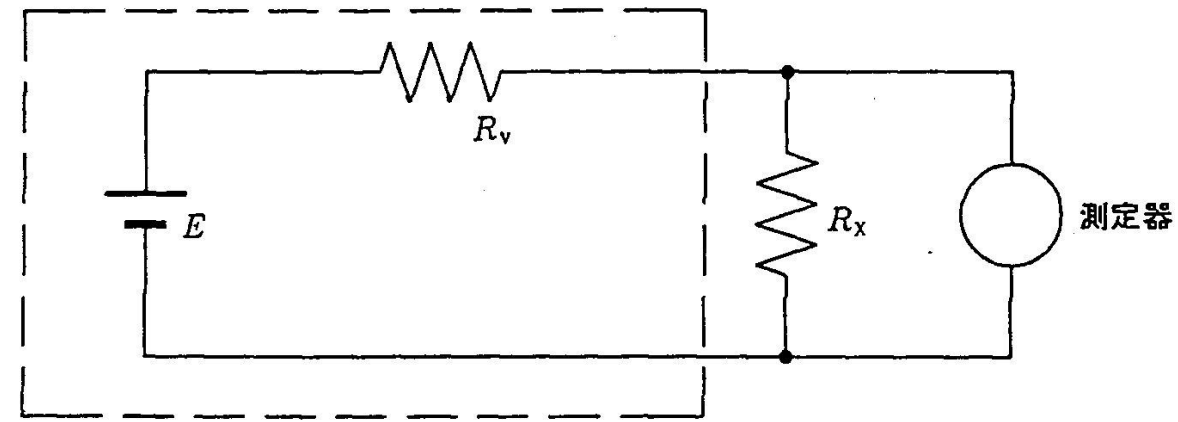
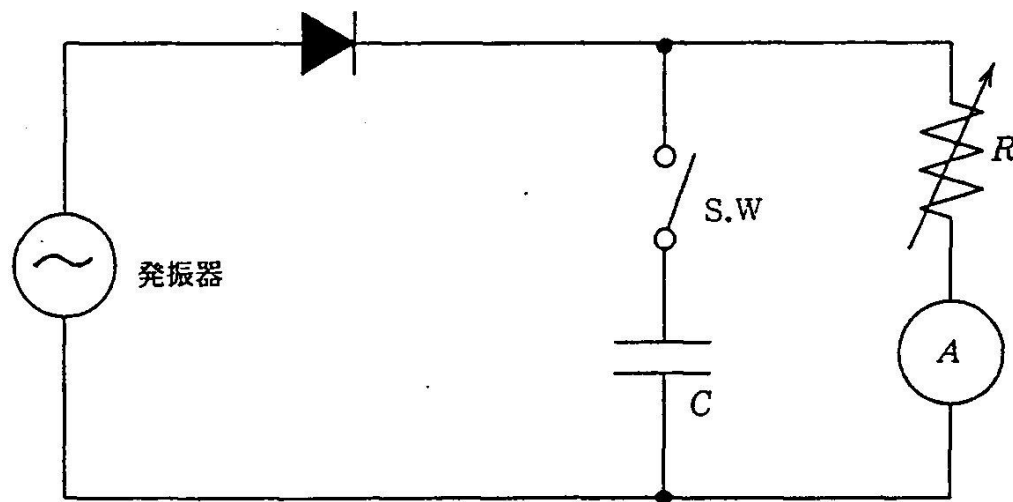

図2 実験回路
図3 交流電圧測定回路
1. 直流電圧を指定された測定器を用いて測定し、その結果を図2の Rv と V の関係として同一グラフ上に示す。
3. 電源の周波数を50Hz, 500Hz, 5kHzに変えて (2) の実験を繰り返して行う。
4. 供試の発振器の出力電圧を図3に示す整流回路を用いて、交流電圧の波高値、平均値 を測定せよ。